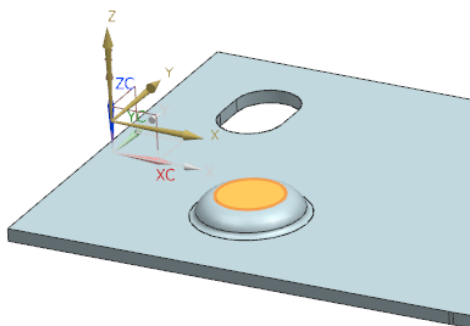

图 10-72 选择草图工作平面
(2) 单击“绘制截面”按钮, 打开“创建草图”对话框。在视图区选择草图工作平面, 如图 10-72 所示。